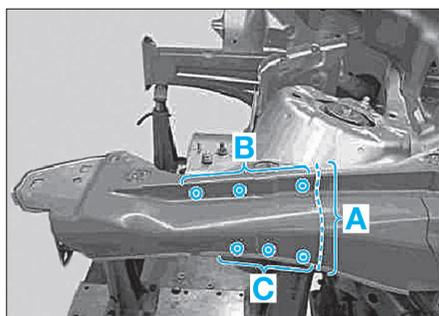

FIG. 6
- Tracer la ligne de coupe (A) (Fig.6).